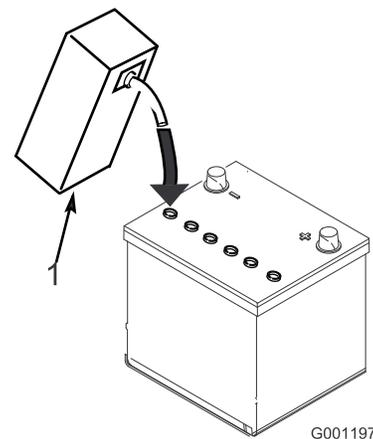

Рисунок 4
3. Осторожно заливайте электролит в каждую ячейку до уровня над пластинами примерно 6 мм (Рисунок 4).
4. Подождите примерно 20–30 минут, пока электролит не впитается в пластины. При необходимости доливайте электролит до уровня, не достигающего примерно 6 мм до низа заливного отверстия (Рисунок 4).